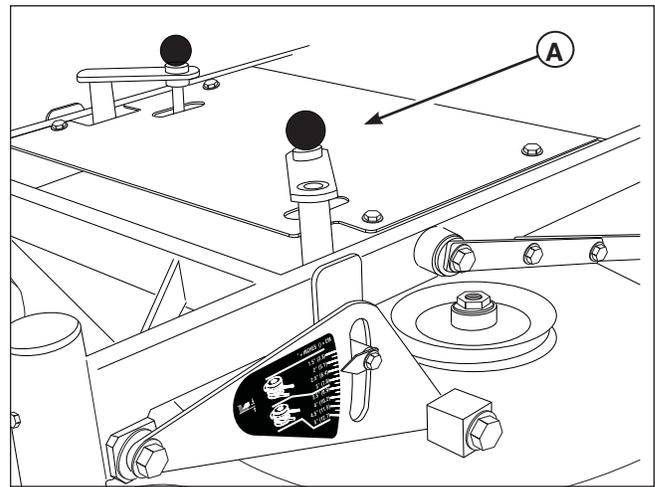
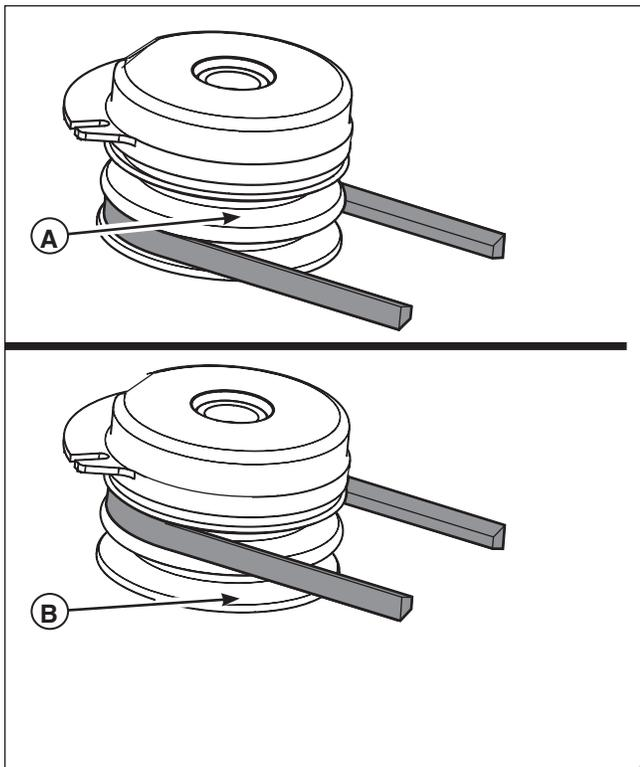

Figura 4. Retire la protección de la plataforma del cortador A. Protección de la plataforma del cortador
Figura 6. Colocación de la correa para rango de corte
1. Retire la protección de la plataforma del cortacésped (A, Figura 4) para obtener acceso a la correa de transmisión de la plataforma del cortacésped.
2. Con una barra rompedora de 1/2" (A, Figura 4), coloque el extremo cuadrado en el orificio cuadrado que se encuentra en el extremo del brazo secundario libre (B). Gire cuidadosamente la barra rompedora **en el sentido de las agujas del reloj**, lo que liberará la tensión en la correa ejercida desde el brazo secundario libre.
- 3A. **Plataformas de descarga trasera y lado:** Deslice la correa de transmisión sobre el borde de la polea loca fija (C). Cuidadosamente libere la tensión sobre la barra rompedora hasta que el brazo secundario libre se detenga.
- 3B. **Plataformas temporizadas de descarga lateral:** Deslice la correa de transmisión sobre el borde de la polea del eje izquierdo (D). Libere cuidadosamente la tensión sobre la barra rompedora hasta que se detenga el brazo secundario libre.
4. Consulte la Figura 6. Si está ajustando el rango de altura de corte entre 1-1/2" (3.8 cm) y 2-3/4" (6.9 cm), coloque la correa en la polea inferior en el embrague de PTO. Si está ajustando el rango de altura de corte entre 2-3/4" (6.9 cm) y 4.5" (11.5 cm), coloque la correa en la polea superior en el embrague de PTO.